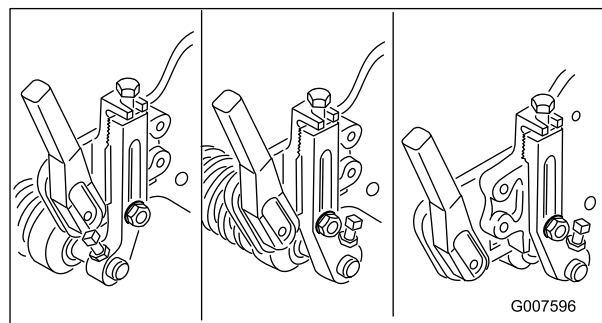

図 54
**注** 芝刈り作業の種類や好みにより、前ローラの取り付け方は、以下の3種類から選択します (図 54)。